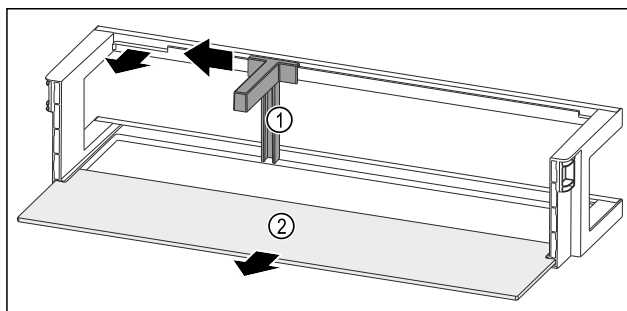

Fig. 231 Balconnet de contre-porte avec range-bouteilles et tablette de rangement
- ▶ Pousser le range-bouteilles Fig. 231 (1) sur le côté jusqu'à l'évidement.
- ▶ Retirer le range-bouteilles Fig. 231 (1).
- ▶ Retirer la tablette de rangement Fig. 231 (2).